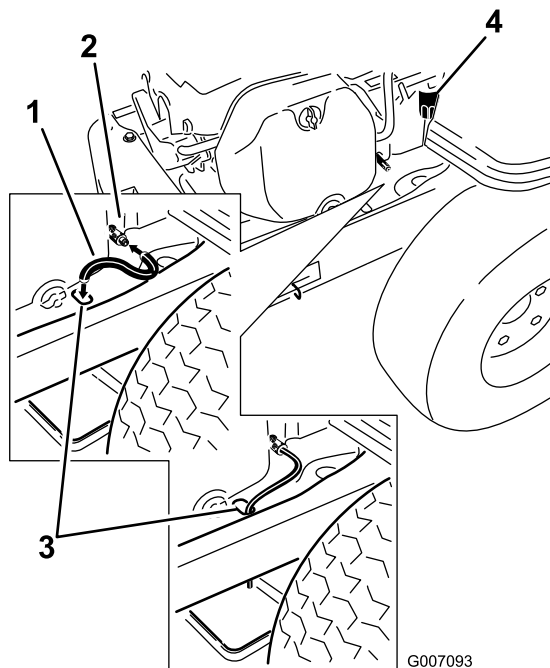

Figura 33
4. Pulite l'area attorno alla valvola di spurgo e sul telaio della macchina. Individuate il tubo di spurgo dell'olio e spostatelo sopra la valvola di spurgo (Figura 33).
5. Infilate l'estremità opposta del tubo di spurgo dell'olio all'estremità del telaio (Figura 33).